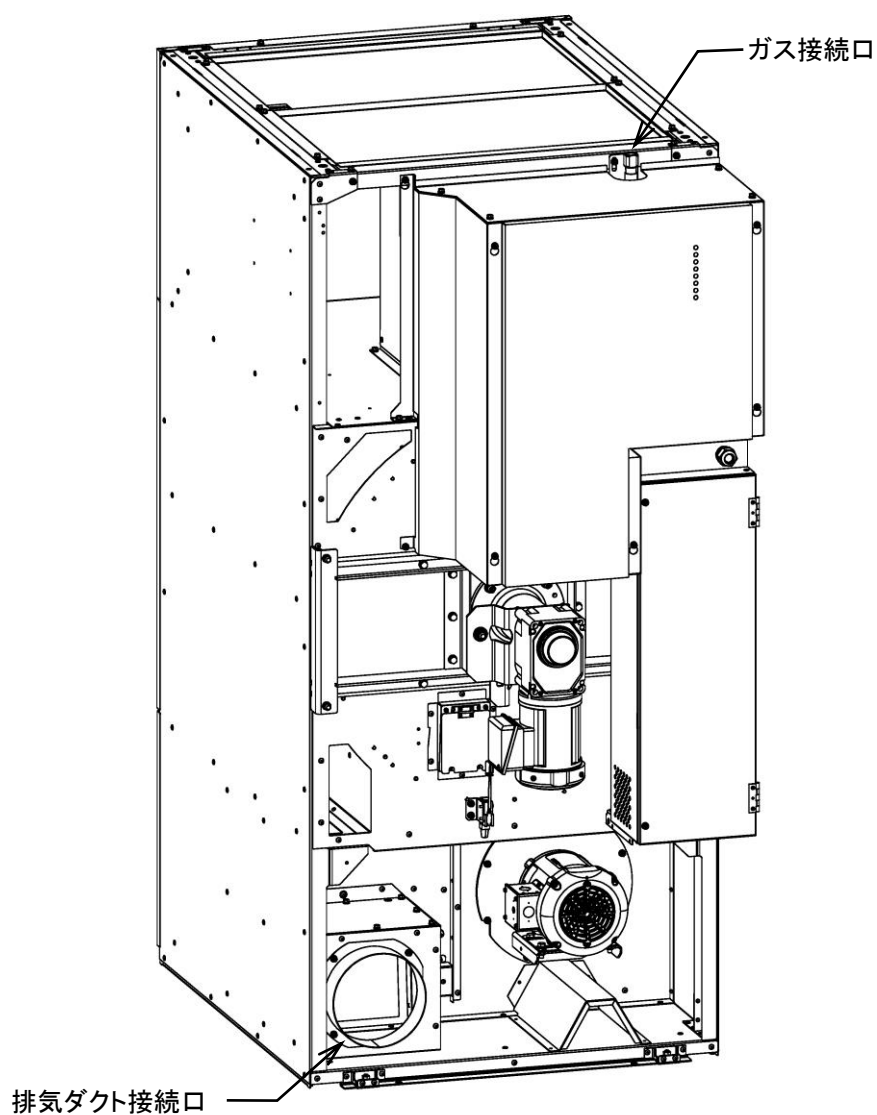

図 5-1
- ・ ガス配管接続口に配管を接続します。（図 5-1）
- ・ 排気ダクト接続口にダクトを接続します。接続口の外形は下記の通りです。（図 5-1）